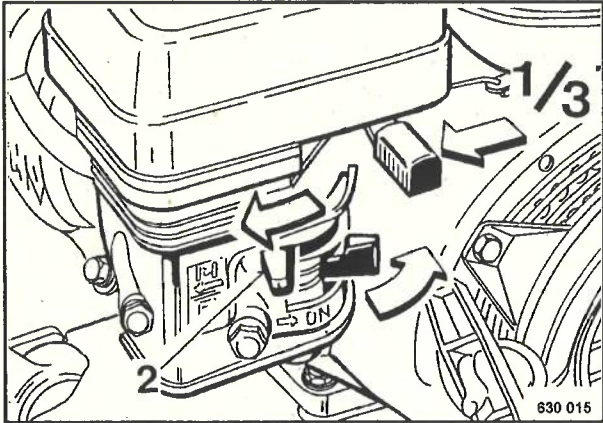

Fig. 1
- Si el motor se para después de aprox. 3 a 5 segundos, entonces se debe cerrar la palomilla de arranque otra vez con la palanca 2 (Fig. 1), y después repetir el proceso de arranque.